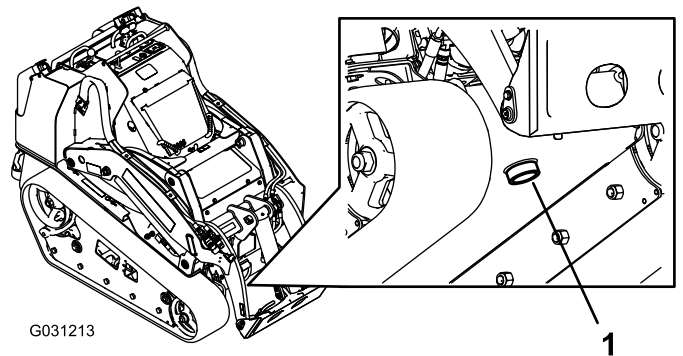

Bild 60
8. Entfernen Sie die Ablassschraube und lassen das Öl in die Auffangwanne abfließen (Bild 60).
7. Stellen Sie eine große Auffangwanne (Fassungsvermögen von 57 l) unter die Ablassschraube vorne an der Zugmaschine (Bild 60).